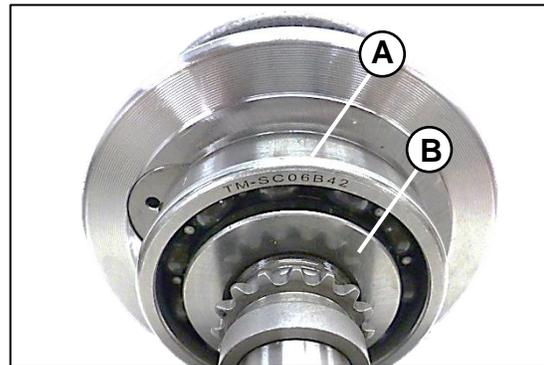

Fig. 09
Gire el anillo exterior (A) del rodamiento del cigüeñal con sus dedos este elemento debe de girar suavemente y sin ruidos, de igual manera inspeccionar el anillo interior (B) respecto al ajuste firme del cigüeñal **Fig. 09**